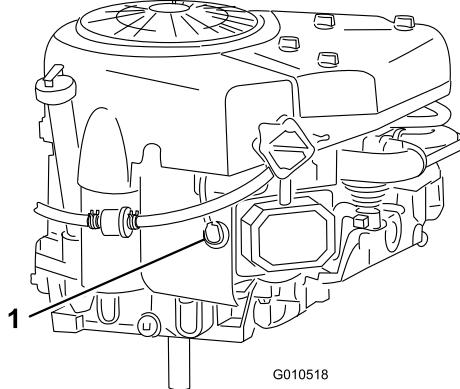

Bild 27
6. Klemmen Sie das Zündkabel von der Zündkerze ab (Bild 27).
8. Entfernen Sie die Zündkerze und die Metallscheibe (Bild 27).
3. Schließen Sie den Zündkerzenstecker an die Zündkerze an (Bild 27).